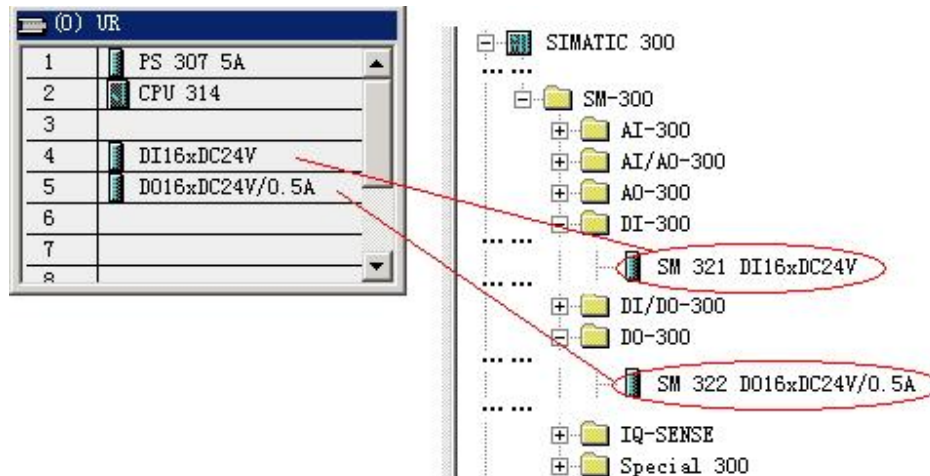

图 1-6 向主机架中添加信号模板
- 4 至 11 号槽中可以添加信号模板、功能模板、通信处理器等，上述模板分别在硬件目录中的 SM-300, FM-300 和 CP-300 目录下。例如，图 1-6 向主机架中添加了一个数字量输入模板和一个数字量输出模板。